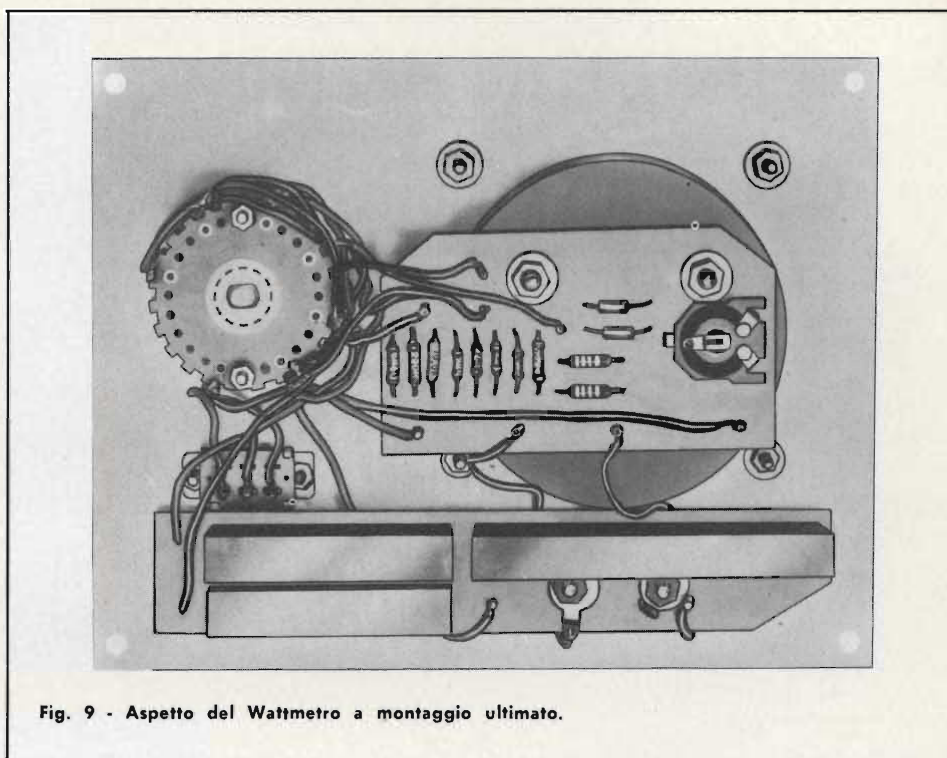

Fig. 9 - Aspetto del Wattmetro a montaggio ultimato.
Le fasi costruttive, elencate qui di seguito, portano sino alla realizzazione completa dello strumento com'è illustrato in fig. 9.
- Montare il circuito stampato CS1 allo strumento fig. 9.
- Montare il circuito stampato CS2 ai morsetti serrafilo, mettere il capocorda e fissarlo con i relativi dadi fig. 9.